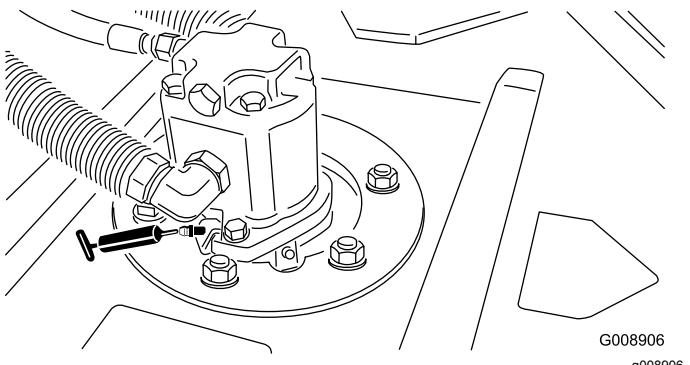

Figura 35
- Cojinetes de los ejes de las unidades de corte (2 por unidad de corte)—Figura 35